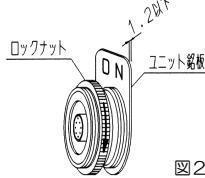

図2
②ロックナットを外してユニット銘板を取り付けた後、元どおりにロックナットでユニット銘板を締め付けます。(図2)
③ランプカバーを5回転以上で、かつ防水パッキンに当るまでねじ込んでください。